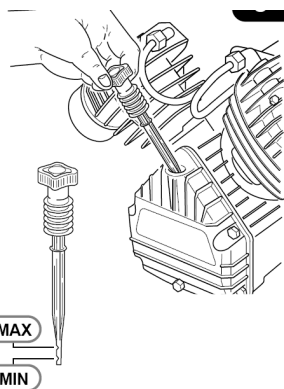

Abb. 6: Prüfstab
Den Verschluss vom Gehäuse abnehmen und den Ölstand-Prüfstab einstecken (Abb.6).
- Sorgfältig sicherstellen, dass der Ölstand zwischen der Mindest- und Höchstwert des Prüfstabs liegt (Abb. 6).